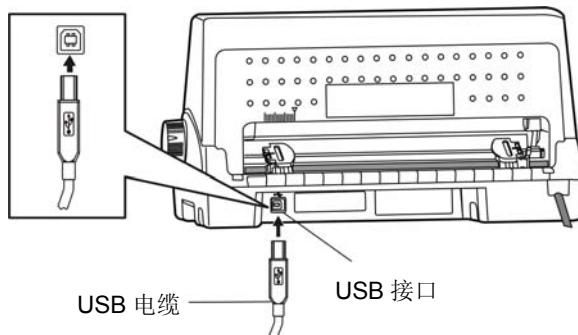
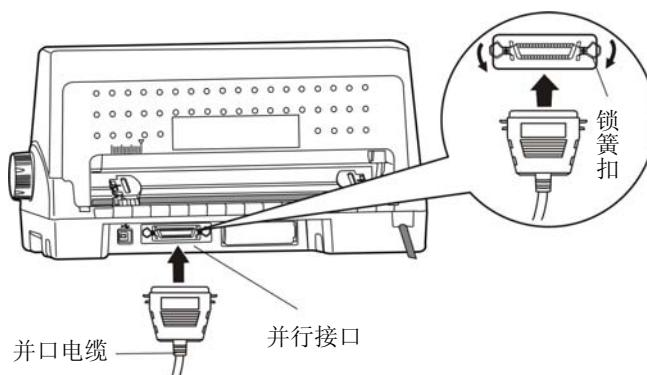
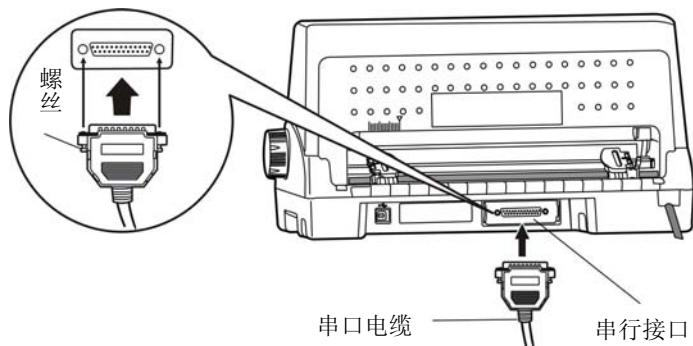
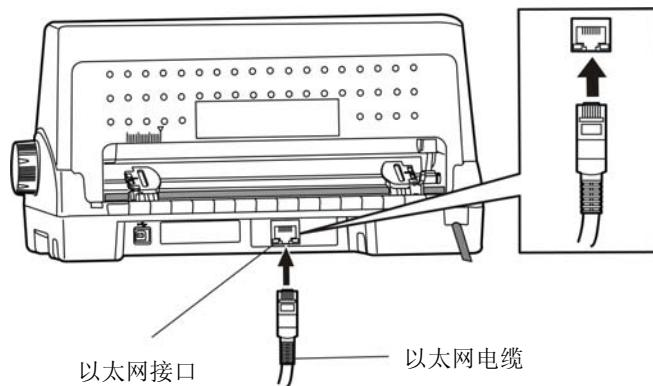

图 2-11 连接 USB 电缆
图 2-12 连接并口电缆
图 2-13 连接串口电缆
图 2-14 连接以太网电缆
本打印机可配置 USB 接口、并行接口、串行接口、以太网接口、蓝牙或 Wi-Fi（产品的具体接口配置，以实物为准）。请根据需要，用相应的接口电缆把打印机与计算机相连〔如图 2-11、图 2-12、图 2-13 和图 2-14 所示〕。
2. 将 US B 电缆的 B 端插头（方型）插进打印机的 USB 接口插座中（如图 2-11 所示）。
1. 关闭计算机与打印机的电源，将并口电缆插头连接到打印机的并行接口，扣上连接器两侧的锁簧扣，固定并口电缆（如图 2-12 所示）。
1. 关闭计算机与打印机的电源，将串口电缆插头连接到打印机的串行接口，拧紧两侧的螺丝，固定串口电缆（如图 2-13 所示）。
将以太网电缆的 RJ-45 水晶插头一端插进打印机的以太网接口插座中，另一端插头连接到局域网的接入端（如图 2-14 所示）。